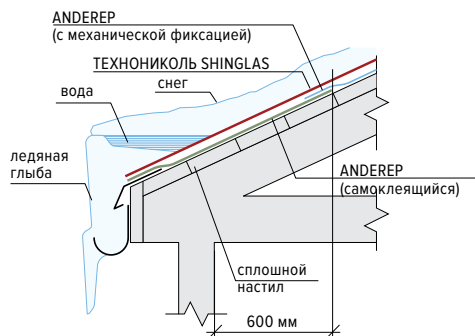

Рис. 8
ANDEREP PROF PLUS / ANDEREP GL / ANDEREP GL PLUS) (Рис. 8). Укладку материала ведут снизу вверх с нахлестом в продольном направлении 100 мм (для подкладочных ковров на органической основе типа BiCARD нахлест составляет 600 мм для углов наклона кровли до 30°, свыше 30° — 100 мм), в поперечном — 150 мм, раскатывая рулон параллельно карнизному свесу. В зависимости от типа подкладочного ковра производится его механическое крепление кровельными ершенными гвоздями к основанию согласно ниже приведенным схемам:
- ANDEREP PROF — Рис. 8 а
- ANDEREP PROF PLUS — Рис. 8 б
- ANDEREP GL — Рис. 8 в
- ANDEREP GL PLUS — Рис. 8 г
Рис. 8 а
Рис. 8 б
Рис. 8 в
Рис. 8 г